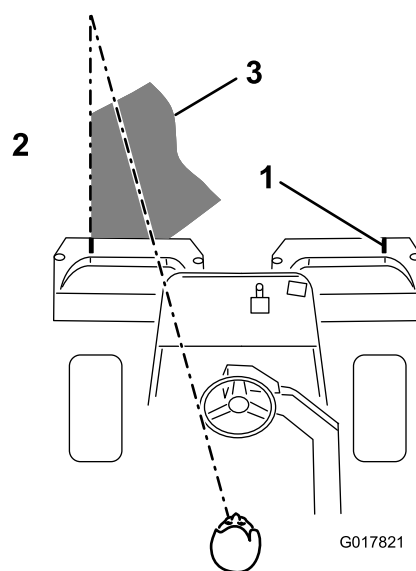

Figura 40
3. Durante le passate di ritorno sovrapponetevi uno spazio minimo alla falciatura precedente. Per tosare in linea retta il green e mantenere la macchina alla medesima distanza dal bordo della falciatura precedente, immaginate una linea da 1,8–3 m circa davanti alla macchina fino al bordo della sezione di green da tosare (Figura 40). Potrebbe essere utile includere nella linea di collimazione il bordo esterno del volante, vale a dire, tenere allineato il bordo del volante con un punto che si trovi sempre alla stessa distanza dalla parte anteriore della macchina (Figura 40).